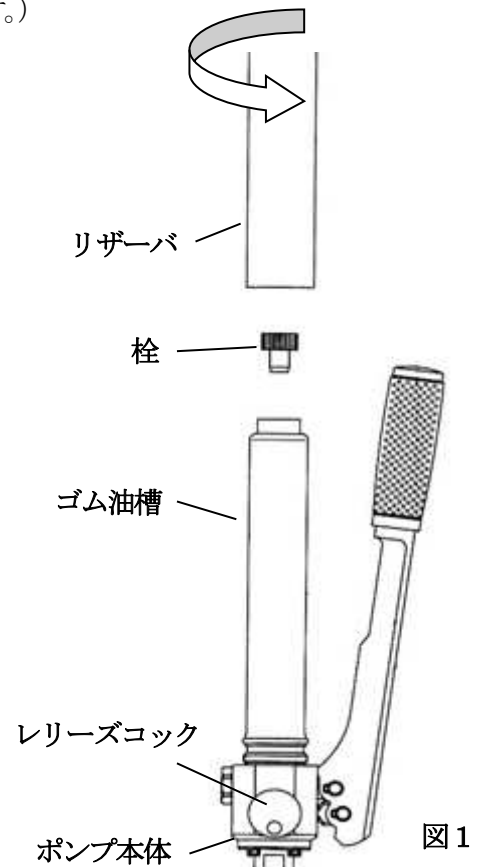
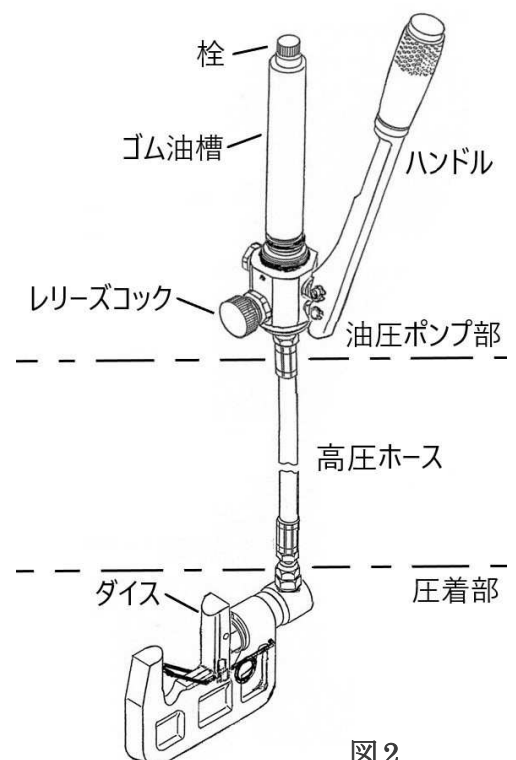

図1
図2
（以下の図1、図2はSS-30の図ですが、SS-50, SS-50Sでも同様です。）
1. リザーバを反時計回りに回して取り外します。（図1）
- 3.1. 圧着部を下に置いて、ゴム油槽に栓をした油圧ポンプ部を油圧ホースより上側に持ち上げた状態で、レリーズコックを締め、ハンドルを操作して圧着部のダイヤが止まるまで進めます。（図2）